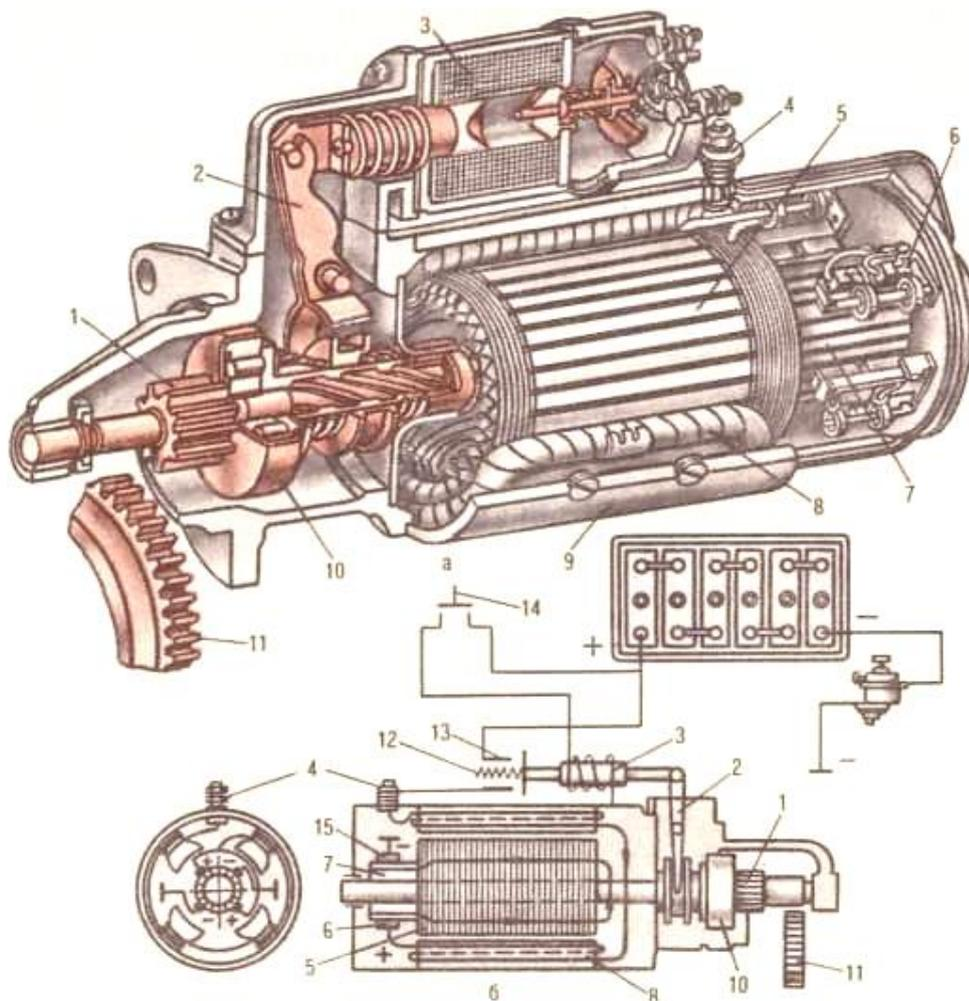

Рисунок 1 - Электрический стартер:
**Устройство.** Стартер состоит из корпуса 9 (рис. 1, а) – статора, на котором укреплены четыре сердечника – полюса с катушками обмотки возбуждения 8 и якоря 5 с обмотками, концы их присоединены к пластинкам коллектора 7. К поверхности коллектора пружинами прижаты четыре щетки 6, из которых две соединены с обмотками возбуждения, а две – с «массой» (корпусом стартера) (рис. 1, б). Другие концы обмоток возбуждения присоединены к клемме 4, установленной на корпусе в изоляционной втулке.